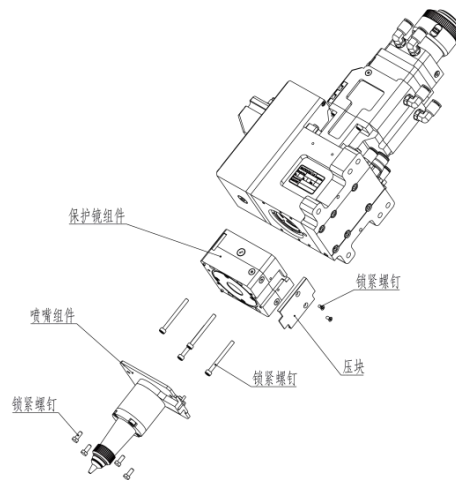

图 6.7 — 取镜
- 水平放置激光头，如图 6.7 所示，从下往上依次取下锁紧螺钉；
- 按图 6.7 顺序重新装好, 并锁紧螺钉；